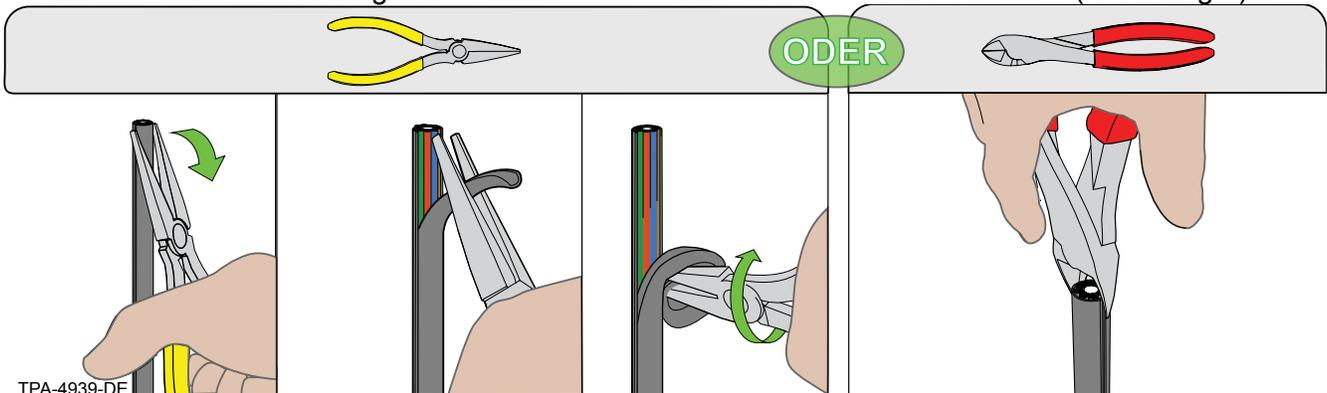

Abbildung 3
**NOTE:** Alternative: Nadelzange oder Seitenschneider zum Aufschlitzen verwenden (Abbildung 3).